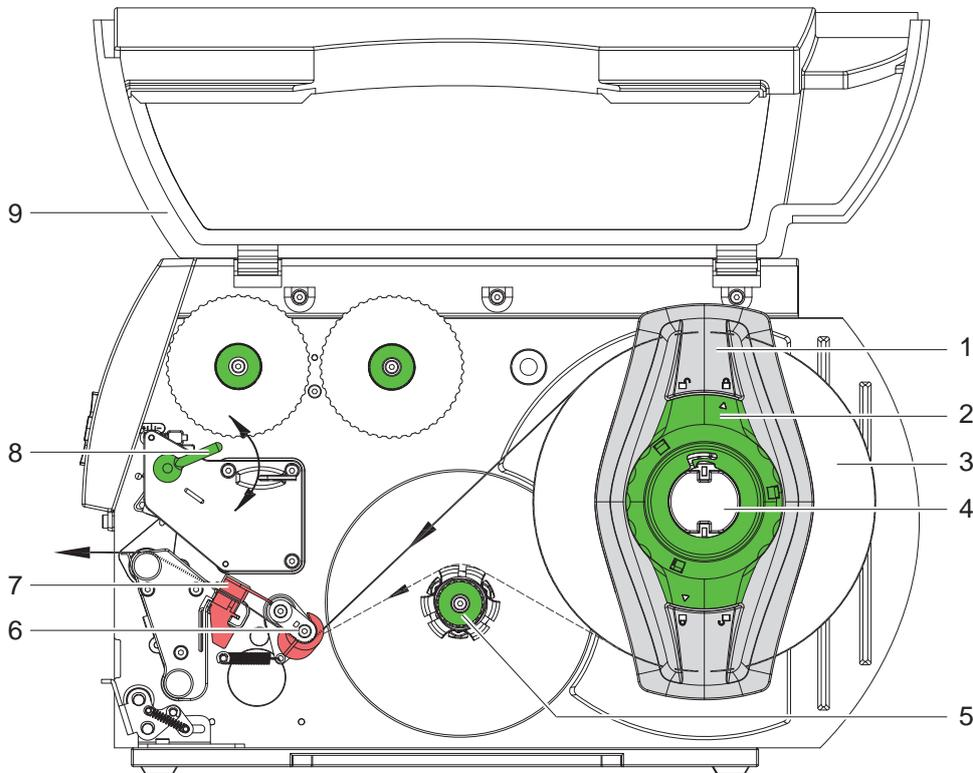

Bild 7 Rollenetiketten einlegen
- ▶ Hebel (Bild 7, Pos. 8) in Uhrzeigerrichtung, drehen, um den Druckkopf zu verriegeln.